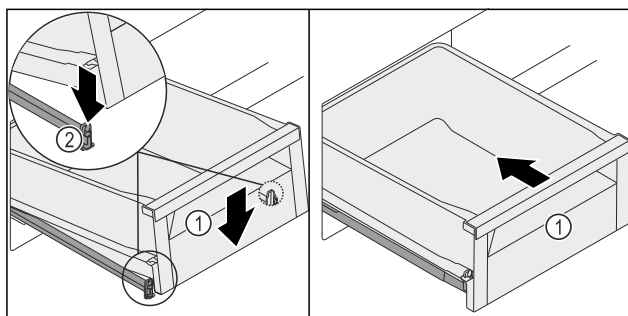

Fig. 136
- Спуснете чекмеджето Fig. 136 (1) отпред, така че чекмеджето да се плъзне отляво и отдясно в скобата Fig. 136 (2).
- Чекмеджето Fig. 136 (1) се фиксира с щракване.
- Вкарайте чекмеджето Fig. 136 (1).